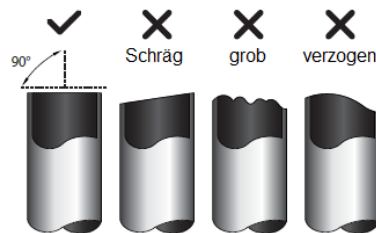

Fig. 7.2
1. Stellen Sie sicher, dass das Rohr in einem perfekten 90°-Winkel geschnitten wird. Siehe Abb. 7.2 für Beispiele für schlechte Schnitte